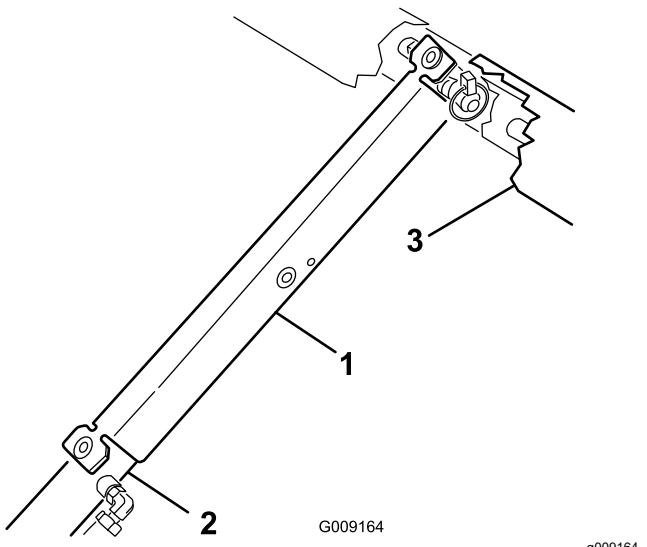

Figure 32
3. Poussez la béquille de sécurité sur la tige du vérin et appuyez bien les pattes d'extrémités contre l'extrémité du corps du vérin et l'extrémité de la tige du vérin (Figure 32).